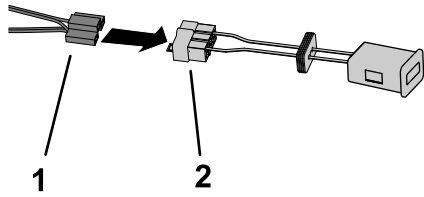

Bild 3
4. Verbinden Sie den drahtlosen Betriebsstundenzähler mit dem Kabelbaum des WHM-Kits (Bild 3).